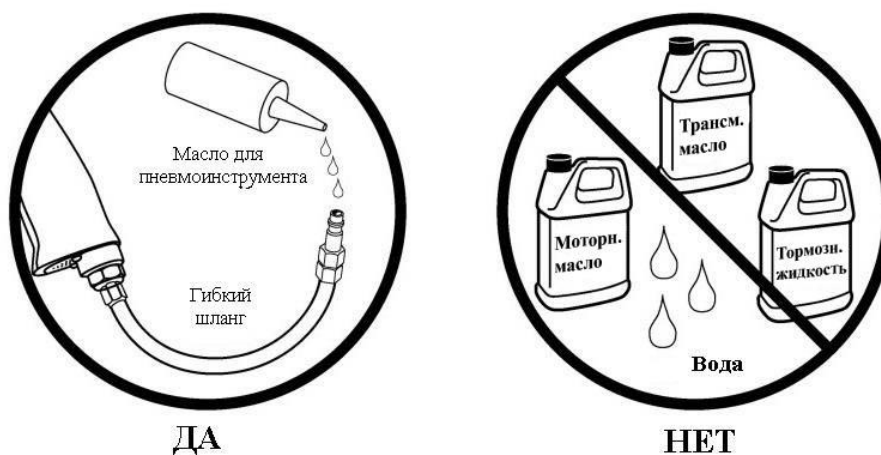

Рис. 2 – Смазка пневмоинструмента
- ✓ Для транспортировки пневмостеплера используйте ручку, при этом обязательно поставьте пневмостеплер на предохранитель (10, Рис.2). Не используйте воздушный шланг для транспортировки и поднятия пневмостеплера.
- ✓ Для прерывания работы отпустите спусковой рычаг (10) (Рис.2).